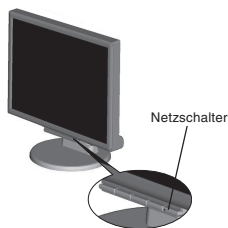

Abbildung C.1
4. Stecken Sie alle Kabel in die entsprechenden Buchsen auf der Rückseite des Monitors (**Abbildung B.1**). Stecken Sie den Kopfhörer (nicht mitgeliefert) in die entsprechende Buchse auf der Rückseite des Monitors (**Abbildung C.1**).
6. Schalten Sie den Computer und den Monitor mit dem Netzschalter an der Vorderseite (**Abbildung C.1**) ein.